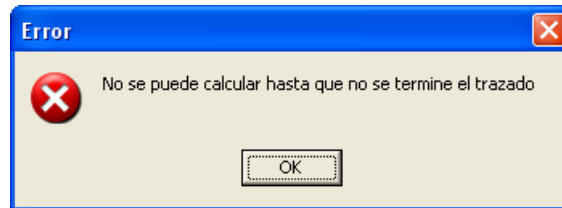

Figura 11.44.
- Figura 11.44: Debemos de terminar el trazado antes de pasar al cálculo de la línea, bien eligiendo el replanteo semiautomático o replanteo manual y terminar el trazado.